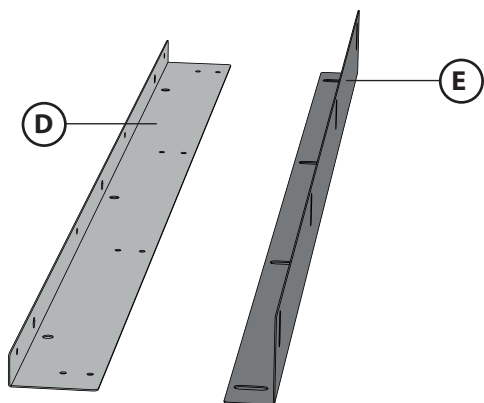

Fig.4.1
- Fissare il distanziere **E** (Fig.4B) portandolo a battuta con il mobile/parete tramite le viti **O** (Fig.4C). In base alla distanza da chiudere ci sono diverse combinazioni come indicato in (Fig.4.1).